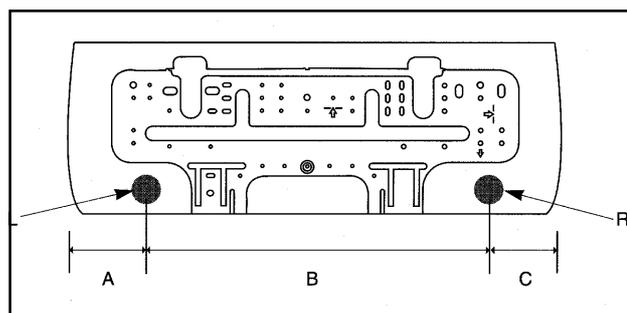

FIGURA 16
- Faça um furo de 7,5 cm de diâmetro na parede na posição L ou R indicados na Figura 16.